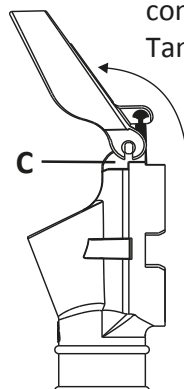
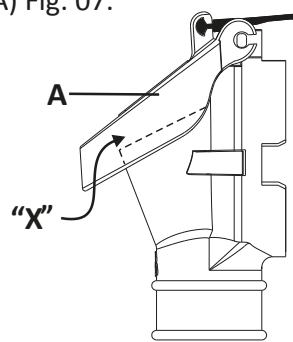

Fig. 06
Fig. 07
B- Introduza o Cj. Tampa Bocal NG até o final do canal e faça o giro do mesmo conforme Fig. 06, observando a mesma posição nos dois lados dos pinos do Bocal NG. Após gire até o batente (C) da face superior do Bocal NG Fig. 06. Área "X": Permite o transbordo do adubo, no caso de entupimento dos condutores, sem a necessidade de suspender o Cj. Tampa Bocal NG (A) Fig. 07.